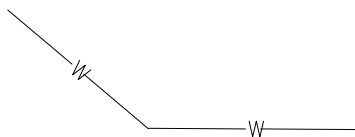

图 6-60 打开素材
**01** 按 Ctrl+O 组合键,打开配套光盘提供的“第 6 章/ 6.3.2 管长标注.dwg”素材文件,结果如图 6-60 所示。